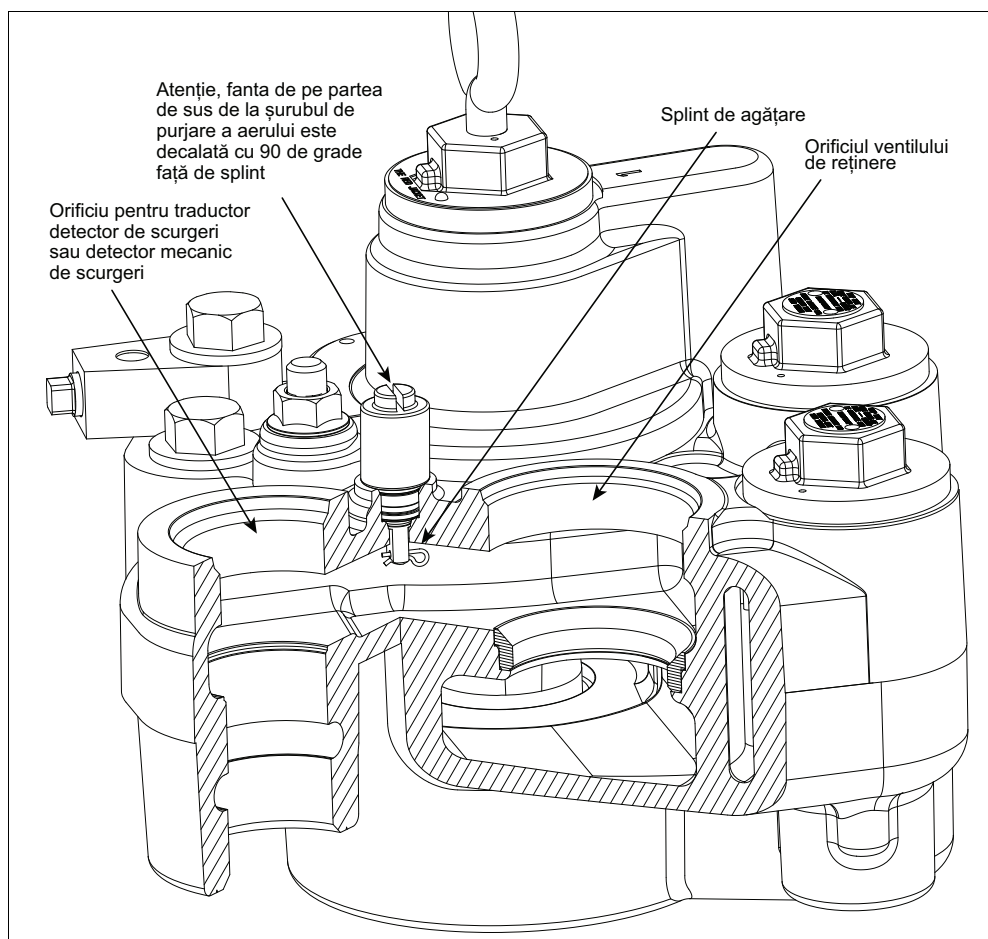

Figura 39. Localizarea splintului de agățare al șurubului de purjare a aerului
6. Șurubul de purjare a aerului are un splint de agățare plasat în poziție orizontală pentru a limita cursa șurubului (vezi Figura 39).